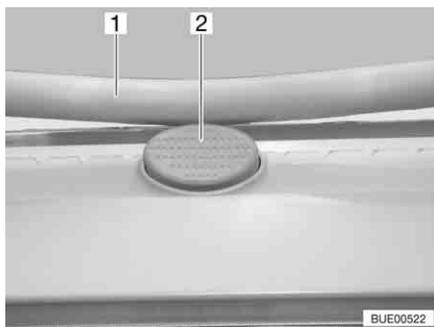

Bild 125 Sicherungsknopf an der Heki-Dachhaube
- Den Sicherungsknopf (Bild 125,2) drücken und den Bügel (Bild 125,1) mit beiden Händen nach unten ziehen.
- Den Bügel mit beiden Händen nach oben drücken, bis der Bügel oberhalb des Sicherungsknopfes (Bild 125,2) liegt.